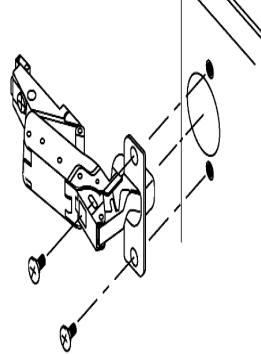

Fig. 9
4. Fixez la porte en insérant les extrémités libres des charnières dans les supports situés sur le boîtier (fig. 9).